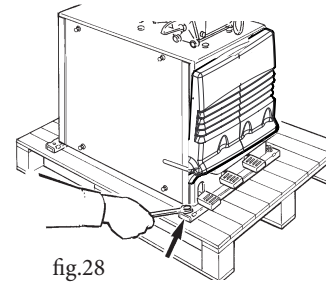

fig.28
- Svitare i 2 dadi che fissano la macchina al pallet (fig.28).
- Unscrew the two screws that fix the machine to the pallet (fig.28).
- Dévisser les 2 écrous qui fixent l'appareil au palet (fig. 28).
- Die zwei Muttern abschrauben, mit denen das Gerät auf der Holzpalette fest-gemacht ist (Abb. 28) .
- Destornille las 2 tuercas que fijan la máquina sobre el palet (fig. 28).